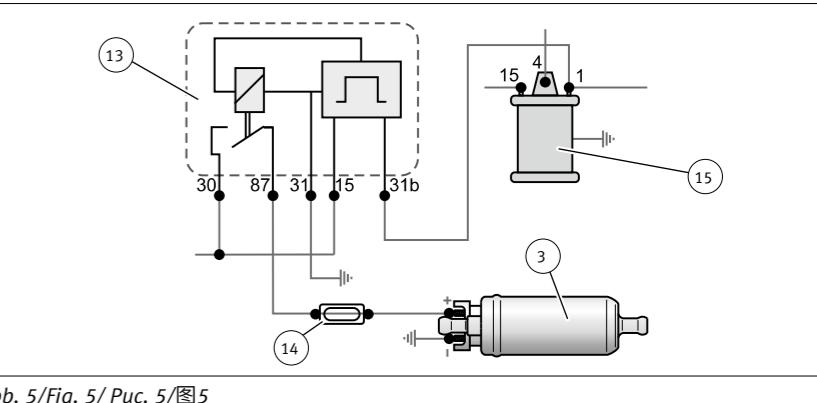

Abb. 5/Fig. 5/Puc. 5/图5
- Comme deuxième pompe commutable (par ex. sur les véhicules tout-terrain, en sport auto) (Fig. 5)
- Lors de l'installation d'une pompe à carburant électrique, le montage d'un dispositif de coupure de sécurité (Fig. 5) est obligatoire.
- Le relais de coupure (13) arrête la pompe à carburant si le moteur s'arrête alors que le contact reste mis (par ex. moteur qui cale, accident).
- В качестве подключаемого второго насоса (например, в автомобилях высокой проходимости, в мотоспорте) (рис. 5)